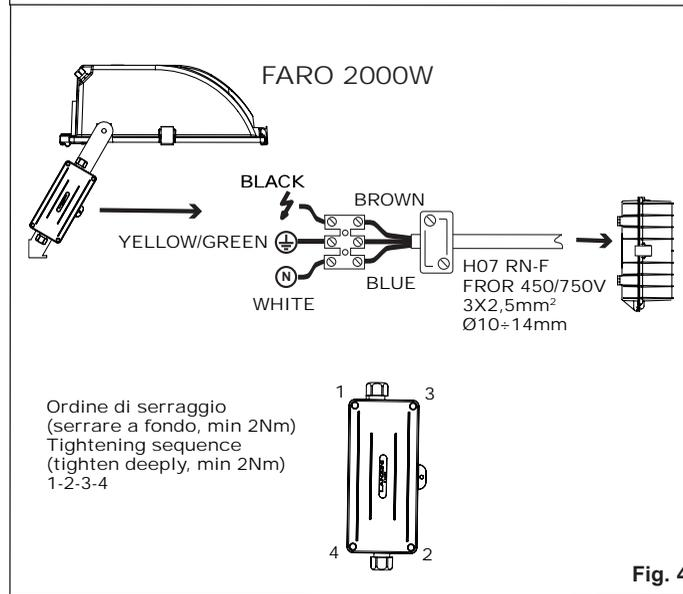

Fig. 4
- Faro 2000W et versions spéciales Faro 1000W avec block séparé (fig. 4):
- Faro 2000W e versioni speciali Faro 1000W con Block separato (Fig. 4): cablare il cavo di connessione tra block ed apparecchio illuminante alla morsettiera nella scatola di cablaggio. Cablare sempre, indifferentemente dal tipo di block di alimentazione, il conduttore marrone al polo avente in uscita un cavo nero (o marrone) e il conduttore blu al polo avente in uscita un cavo bianco (o blu). Stringere a fondo il pressacavo CH27. Serrare a fondo le n°4 viti del coperchio scatola di cablaggio applicando un serraggio graduale ed incrociato.